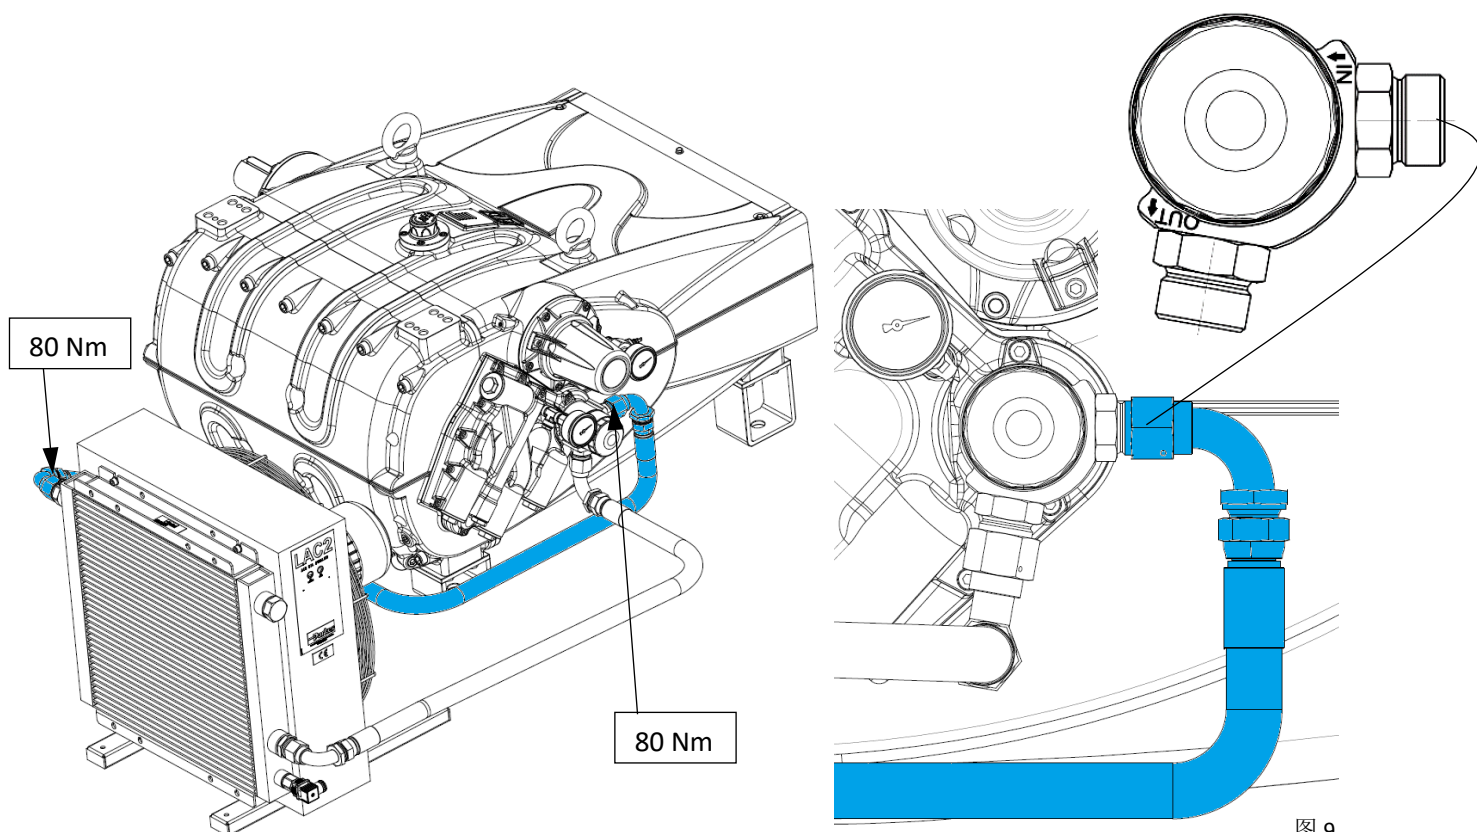

图 9
2. 然后使用 90° 弯头将第二根管道连接到位于换热器另一侧顶部出口处的接头，并连接到泵上与“IN”标记相对应的适配器和（见图 9）。以 80Nm 的扭矩拧紧